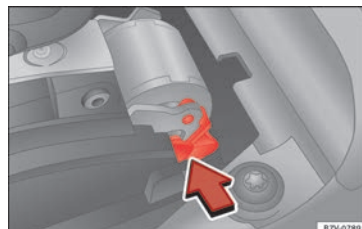

Fig. 51 Déverrouillage de secours du blocage du levier sélecteur.
- Poussez le levier de déverrouillage »» fig. 51 dans le sens de la flèche et maintenez-le dans cette position.